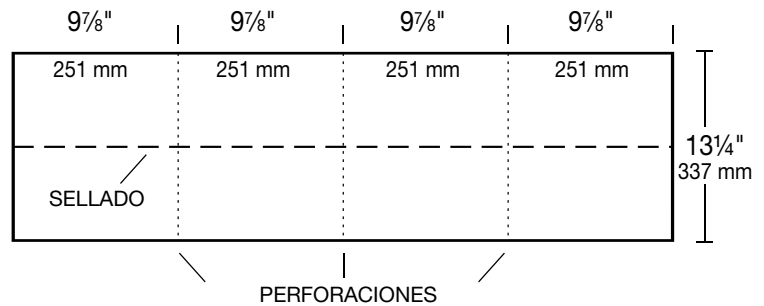
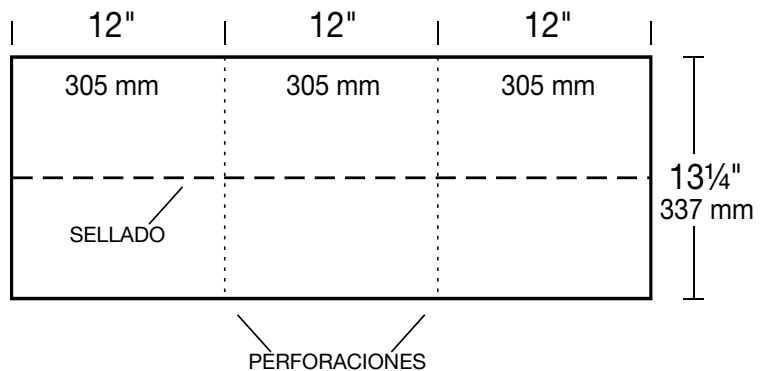

Figura 17 - Teja para limatesas y cumbreras RidgeFlex™ de 10"
Figura 18 - Teja para limatesas y cumbreras RidgeFlex® de 12"
Realice la preparación para la aplicación separando cada teja para limatesas y cumbreras en las perforaciones: la teja RidgeFlex® de 10" produce cuatro (4) tiras individuales para limatesas y cumbreras (**vea la Figura 17**), y la teja RidgeFlex® de 12" produce tres (3) (**vea la Figura 18**). Observe la presencia de las tiras de sellado.